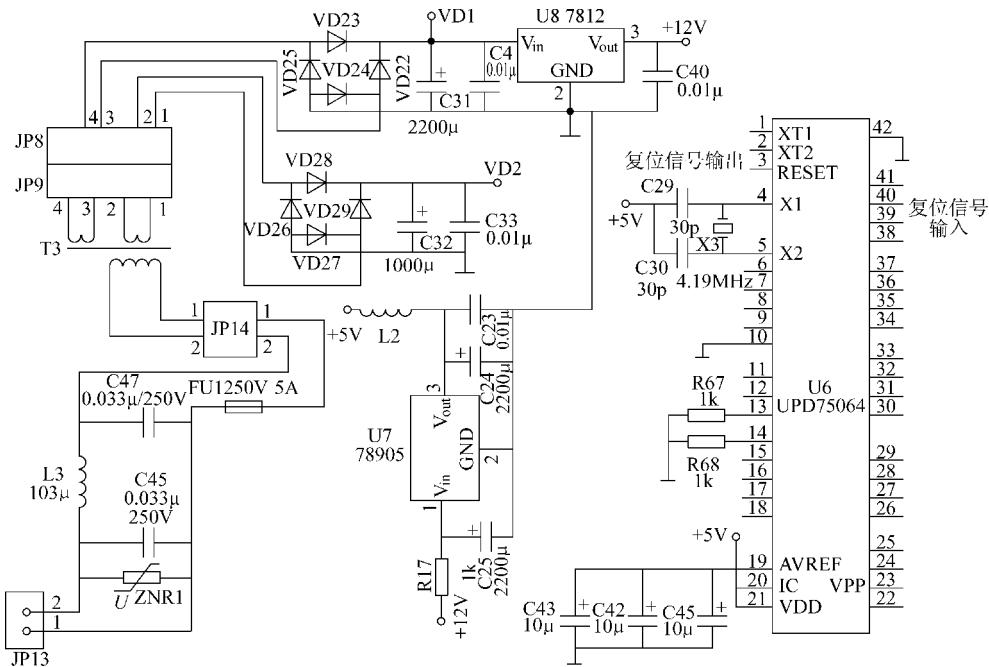

图 4-78 美的 KFR - 75LW/B (D) 型柜式空调器室内机相关电路
出现此类故障时，首先用万用表检测三端集成稳压器 U8 的③脚是否有 +12V 电压。若③脚无 +12V 电压，则检测变压器 T3 是否断路、桥式整流电路整流二极管 VD22 ~ VD25 及三端集成稳压器 U8 是否损坏。若③脚电压正常，则用万用表检测三端集成稳压器 U7 的③脚是否有 +5V 电压。若③脚无电压，则检测 U7；若③脚电压正常，则检测微电脑芯片 U6 的③脚是否有 +5V 电压。若电压失常，则检测复位电路；若电压正常，则检测晶体振荡电路中的石英晶体 X3、电容 C29、C30 是否存在问题。实际维修中因桥式整流管不良而引起此类故障较常见。室内机相关电路如图 4-78 所示。